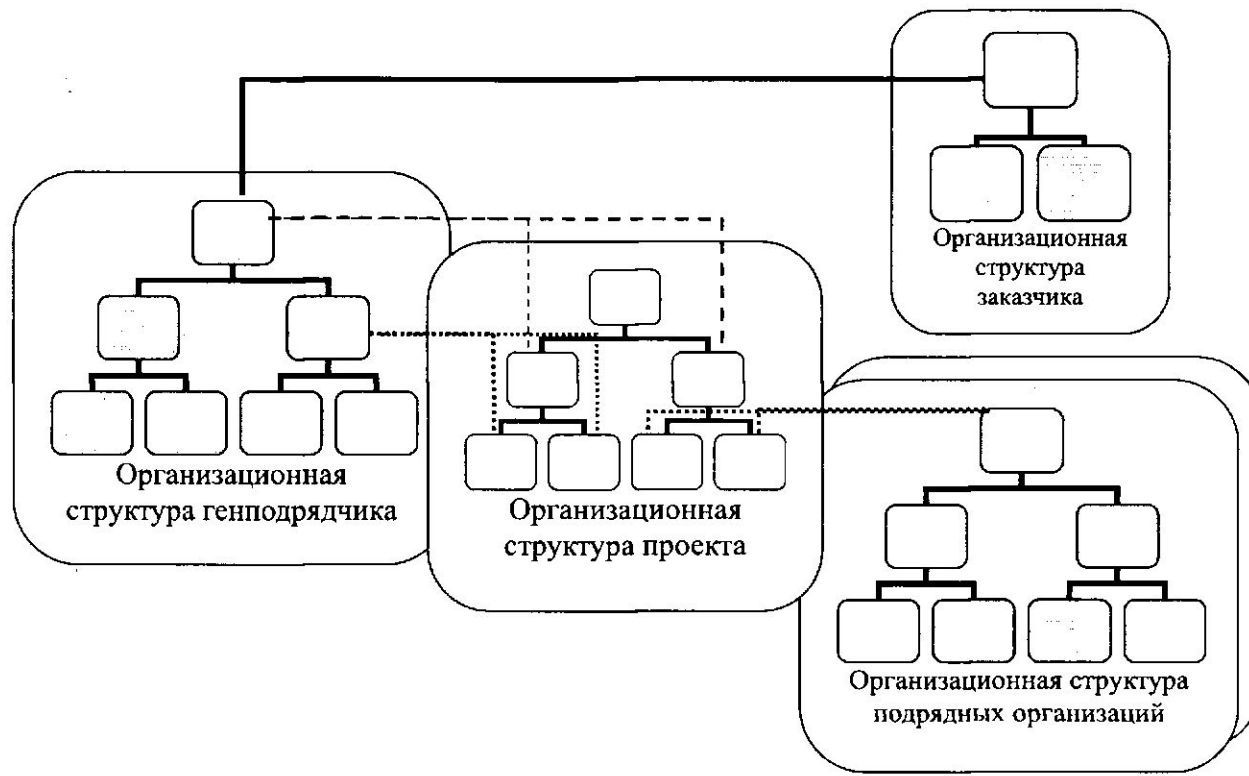

Рис.9. Схема сложной организационной структуры
- \* управление проектом — функция генерального подрядчика (рис. 9),